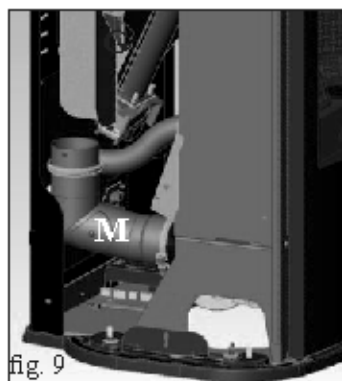

fig. 9
- Antes de reinstalar la tapa de vidrio, poner en los respectivos alojamientos de la tapa de fundición las 5 juntas y las 10 arandelas en dotación (L/M - fig. 9/10).
- Colocar el codo con inspección (M - fig. 9) y fijarlo con la abrazadera aflojada anteriormente.